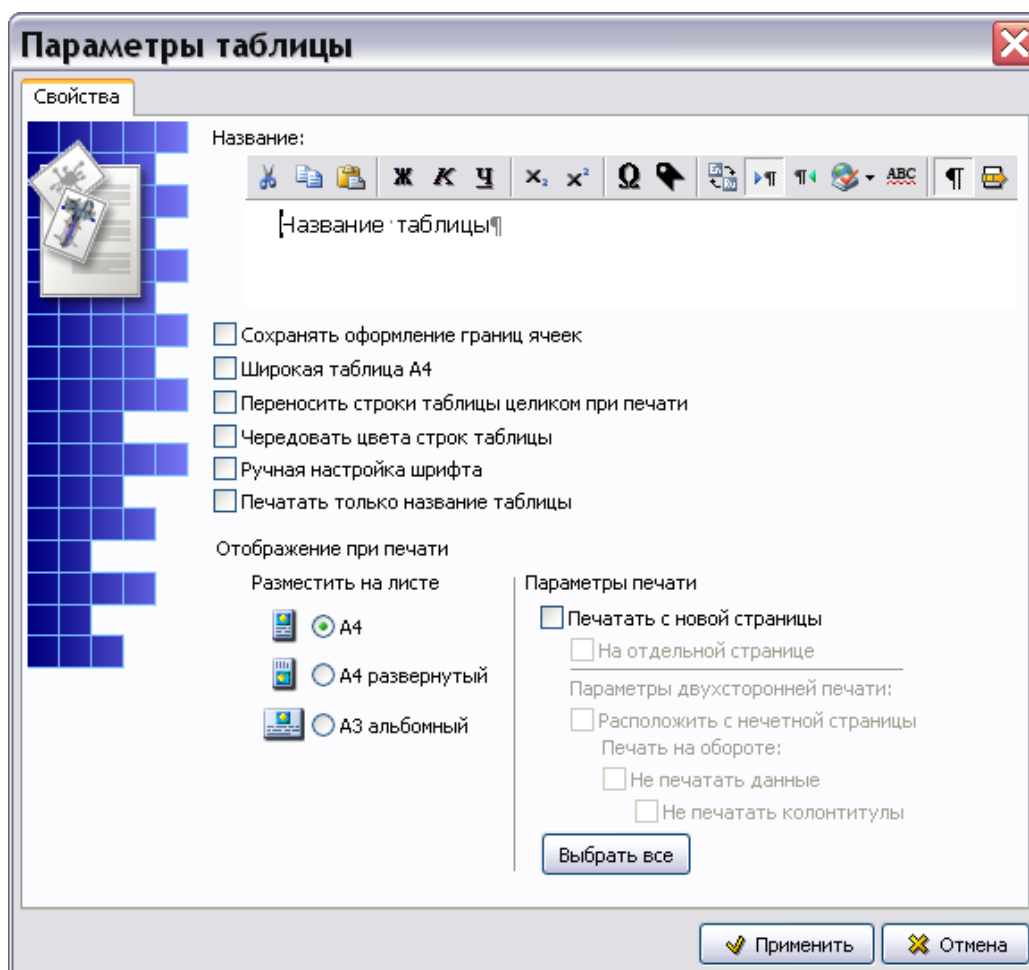

Рис. 7.53
2. В контекстном меню выберите пункт **Свойства**. После этого откроется окно **Параметры таблицы** (Рис. 7.53).